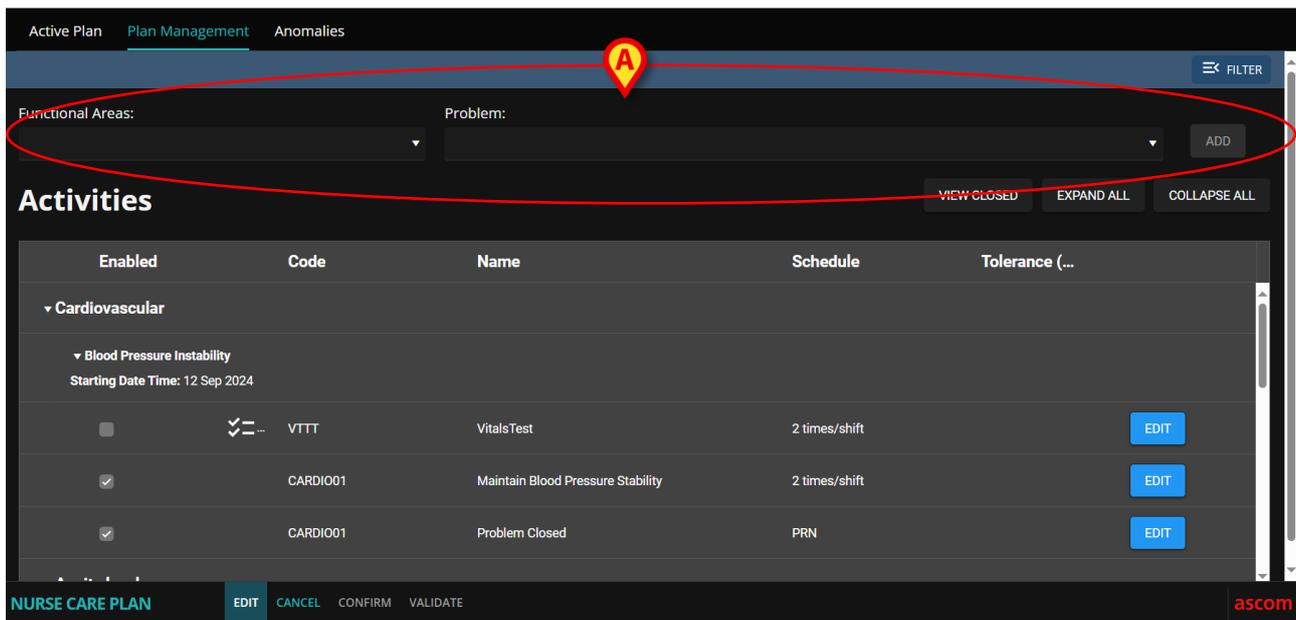

Fig 8
La pantalla cambia de la siguiente manera (Fig 8).
- Seleccione un área funcional y un problema en los campos disponibles (Fig 8 **A**, Fig 9).
- 3) Seleccione un área funcional y un problema, o busque y seleccione directamente el problema (Fig 8 A, Fig 9).